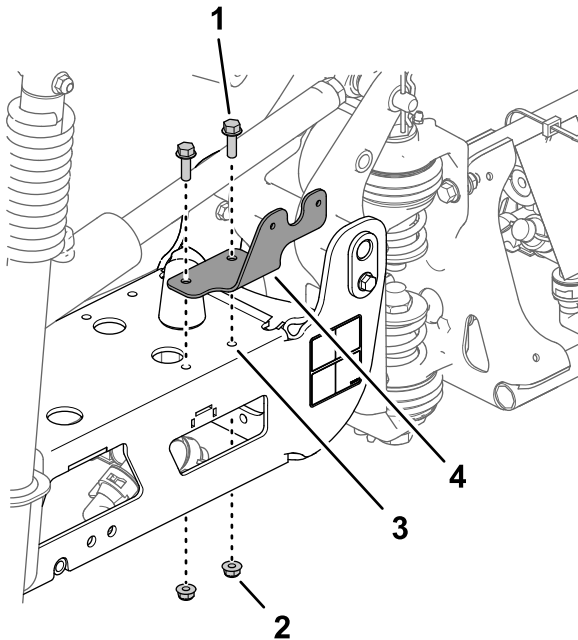

Figura 56
1. Alinee los taladros del soporte de la luz trasera con los 2 taladros de 8 mm del perfil de la sección de fumigación central (Figura 56).
2. Monte el soporte de la luz trasera en el perfil (Figura 56) con 2 pernos con arandela prensada (5/16" x 1") y 2 contratuercas con arandela prensada (5/16").